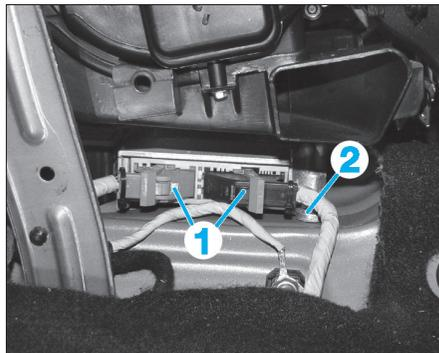

Fig. 18
- Déverrouiller puis débrancher les connecteurs (1) (Fig.18).
- Déposer l'écrou (2).